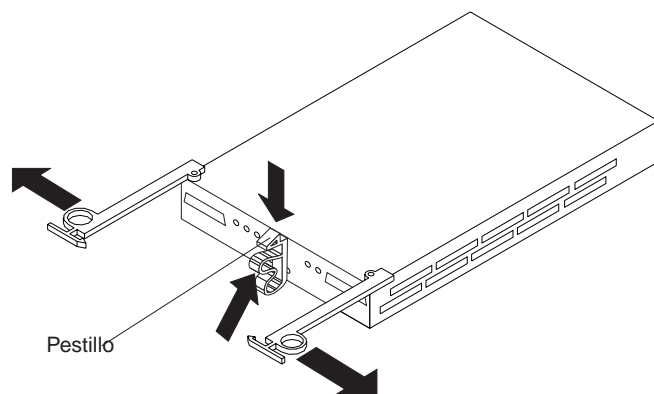

Figura 42. Extracción del ESM anómalo
5. Asegúrese de que el LED indicador de errores está encendido; a continuación, presione hacia abajo el pestillo del ESM. Las palancas del ESM quedarán libres, tal como se muestra en la Figura 42 en la página 51.